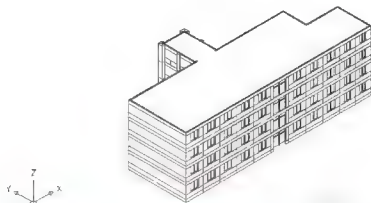

图 6.36 建立屋面模型
(1) 启动【移动】命令(快捷键 M)。
(2) 在**选择对象**:提示下,选择拉伸后的图形。
(3) 在**指定基点或 [位移(D)] 位移**:提示下,在绘图区域单击任意一点作为【移动】命令的基点。
(4) 在**指定第二个点或 使用第一个点作为位移**:提示下,输入“@0, 0, 13700”。
(5) 将【墙】、【勒脚】、【门窗框】、【玻璃】和【柱子】图层打开,结果如图 6.36 所示。